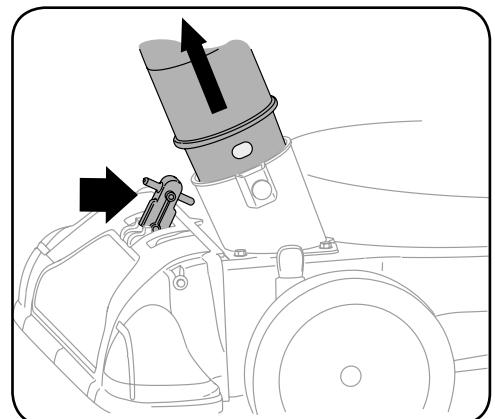

Рисунок 4-4
- Для осуществления всасывания через сопло переведите имеющийся на сопле рычаг переключения между соплом и шлангом в верхнее положение. См. рисунок 4-4.
- Для осуществления всасывания через сопло подпружиненный палец должен находиться в первом отверстии (ближайшем к концу трубы) переходника шланга. См. рисунок 4-4.